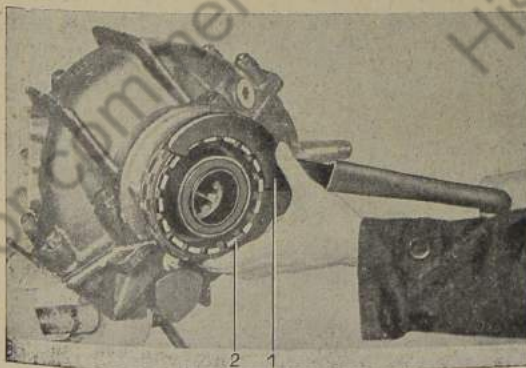

Bild 653: Zahnflankenspiel einstellen
2. Einstellbuchse auf Tellerradseite einschrauben, bis die Zahnluft auf gerade noch spürbares Maß beseitigt ist (Bild 653).